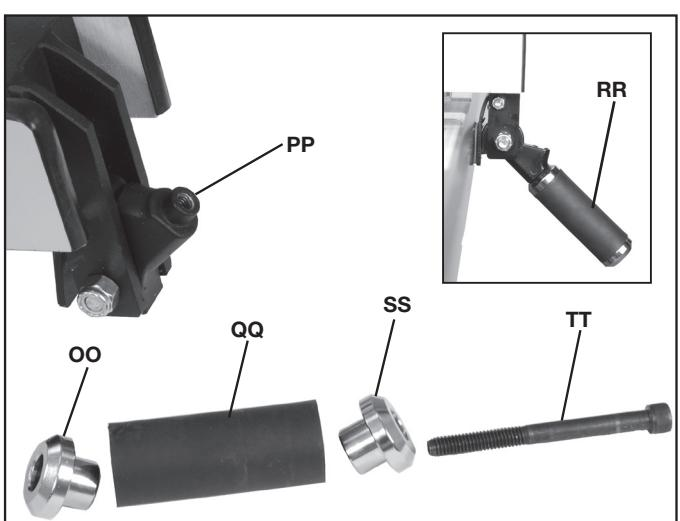

FIG. 19
- Placer le capuchon de la poignée serre-guide (OO) fig. 19 sur la tige (PP). Placer ensuite le corps de la poignée serre-guide (QQ) sur le capuchon (OO), puis l'autre capuchon (SS) sur le corps (QQ).
- Placer la vis de la poignée serre-guide (TT) dans le capuchon (SS), jusqu'au fond, et serrer dans la tige (PP).
- La poignée finie devrait ressembler à (RR).